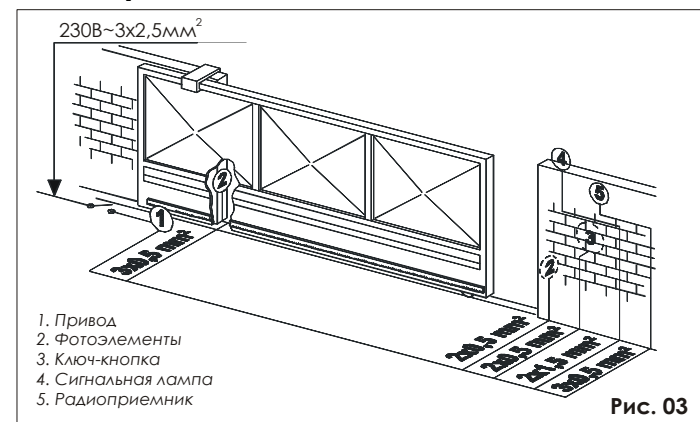

Рис. 03
4. Проложите электрические кабели для присоединения аксессуаров и подвода электричества, как показано на рис.03. Для правильности коммуникаций, проложите кабели на расстоянии примерно 50см от отверстия в плите основания.